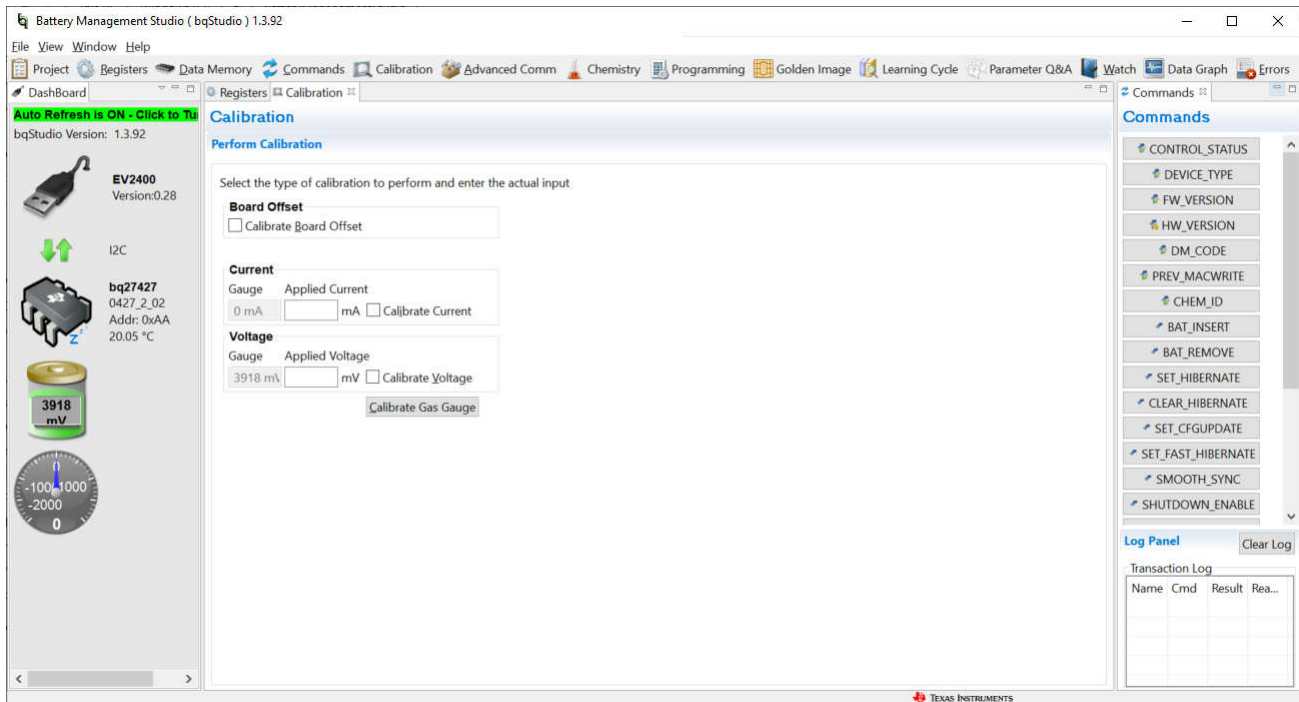

图 8-1. 校准屏幕
必须校准 BQ27427EVM，才能确保报告准确的值。这是使用 bqStudio 中的 Calibration 窗口来完成的（图 8-1）。
1. 选择要执行的校准类型（请参阅图 8-1）。